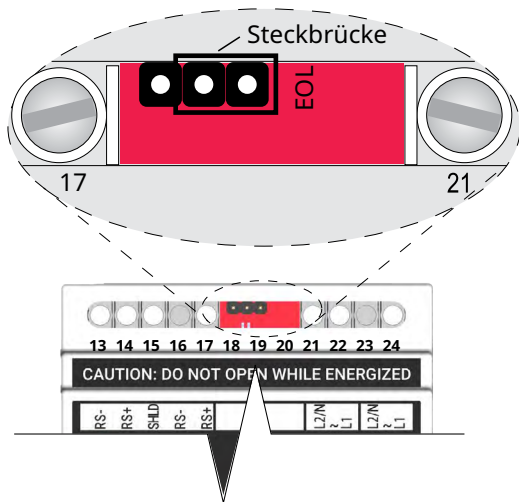

Abbildung 4a: End-of-Line-Steckbrücke für das letzte TTSIM-3/4
- Beim letzten TTSIM-3/4 im Stromkreis ist die Steckbrücke gemäß Abbildung 4a zu stecken.